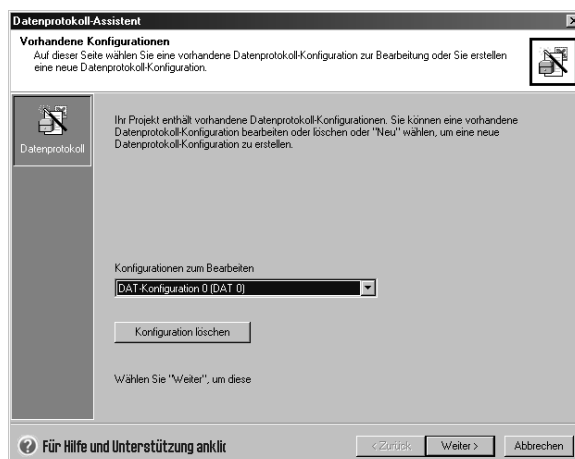

Bild 14-4 Bearbeiten von vorhandenen Datenprotokoll-Konfigurationen
1. Öffnen Sie das aufklappbare Listenfeld "Konfiguration" und wählen Sie eine vorhandene Datenprotokoll-Konfiguration aus (siehe Bild 14-4).